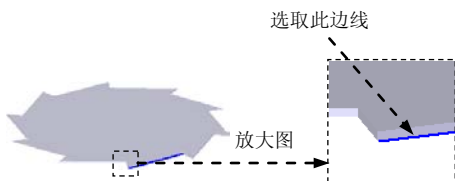

图 8.3.12 定义附着边
(1) 选择命令。单击“主页”功能选项卡“钣金”工具栏中的“弯边”按钮 .
(2) 定义附着边。选取图 8.3.12 所示的模型边线为附着边。